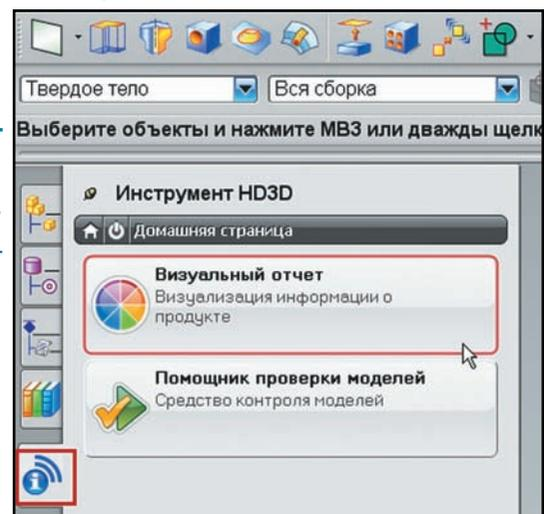

Рисунок 11.1. Запуск панели управления визуальными отчетами
- На панели ресурсов откройте вкладку **Инструмент HD3D (HD3D Tools)** и двойным щелчком мышки на кнопке **Визуальный отчет (Visual Reporting)** запустите одноименный инструмент. Будет открыта панель просмотра и создания отчетов (рис. 11.1).